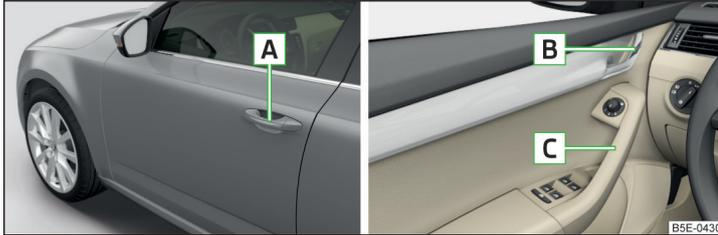

Abb. 35 Türgriff/Türöffnungshebel
- Am Türgriff **A** » Abb. 35 der jeweiligen Tür ziehen.